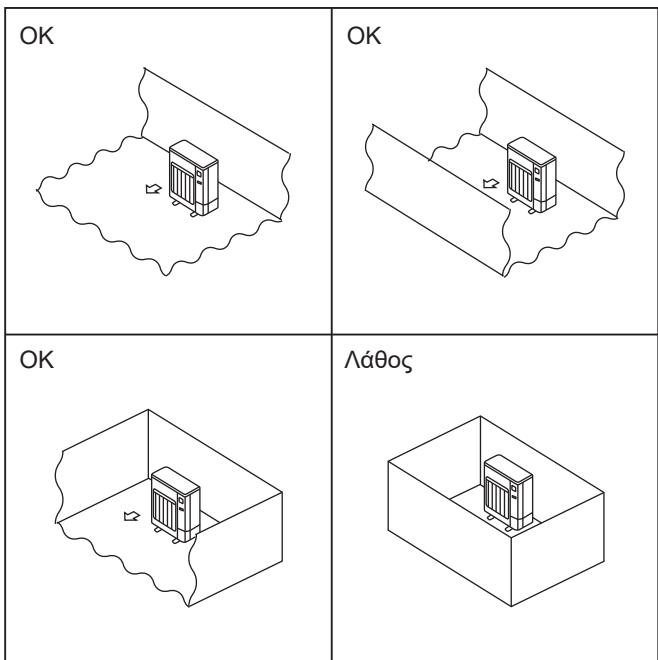

Fig. 2-2
- ◎ Εγκαταστάτε τις εξωτερικές μονάδες σε χώρους όπου τουλάχιστον μία από τις τέσσερις πλευρές είναι ανοικτή και σε επαρκώς μεγάλους χώρους χωρίς συμπτώσεις. (Fig. 2-2)